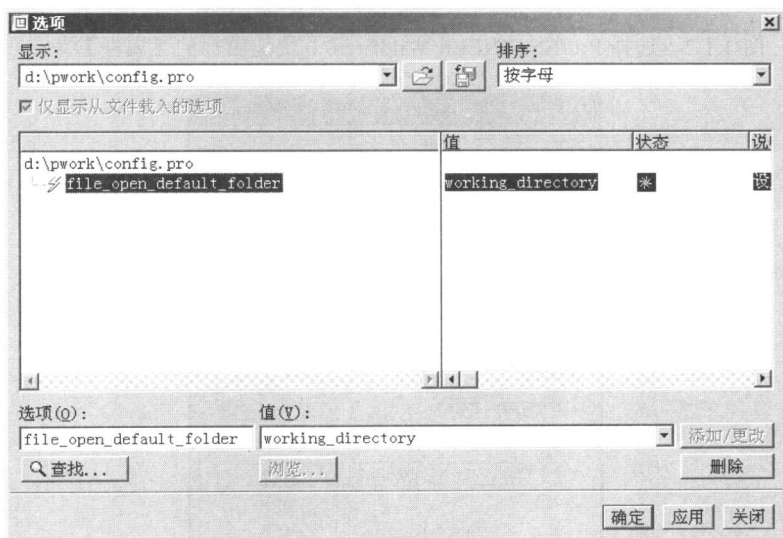

图 1.1.5 设置“file_open_default_folder”选项为“working_directory”值
2. Pro/ENGINEER Wildfire 3.0 软件能够记忆上次打开文件的位置, 如果要将打开文件的默认位置设置为自己的工作目录, 则可以在主菜单中选择【工具】|【选项】命令, 在打开的【选项】对话框中设置“file_open_default_folder”选项为“working_directory”值, 如图 1.1.5 所示。